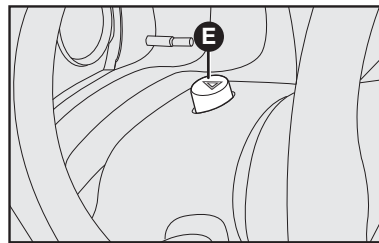

fig. 64
**Luces de emergencia - E-fig. 64** - se encienden apretando el botón **C**, independientemente de la posición de la llave de arranque.